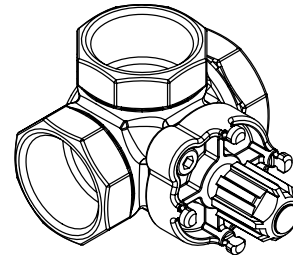
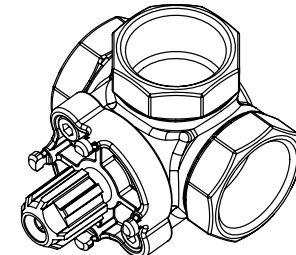
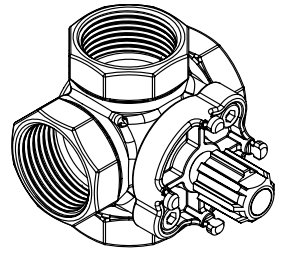
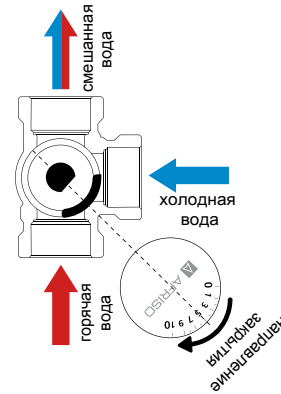

Рис. 2 3-х ходовой, позиция 1
Рис. 3. 3-х ходовой, позиция 2
Рис. 4. 4-х ходовой
Рис. 5. 3-х ходовой
2. Установите смесительный клапан на „50% открытия“, то есть, чтобы центр его находился ровно посередине между входом горячей воды и входом холодной воды в 3-ходовом клапане (Рис. 2. пункт 1, Рис. 3. пункт 2, Рис. 5.) или точно по оси выхода на установку и возврата в котел в 4-ходовом клапане (Рис. 4., Рис 6.).